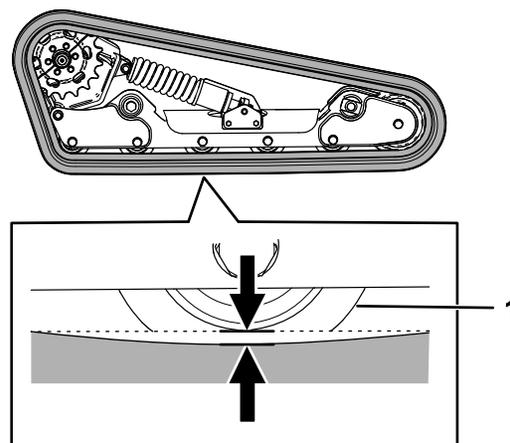

Figura 56
Levante/apoie um lado da máquina e utilizando o peso da lagarta, verifique se o espaço entre o fundo da aba da roda de estrada e a lagarta é de 13 mm, como se mostra na Figura 56. Caso contrário, ajuste a tensão da lagarta utilizando o seguinte procedimento.
5. Utilizando uma chave de $\frac{1}{2}$ polegada, rode o parafuso tensionador até que a flexão da lagarta seja de 13 mm, como se mostra na Figura 56.
9. Verifique se a deflexão da lagarta é de 13 mm, como se mostra na Figura 56. Efetue um novo ajuste, se necessário.
dos ponteiros do relógio até que a deflexão da lagarta seja de 12,7 mm, como se mostra na Figura 56.
25. Verifique se a deflexão da lagarta é de 12,7 mm, como se mostra na Figura 56.